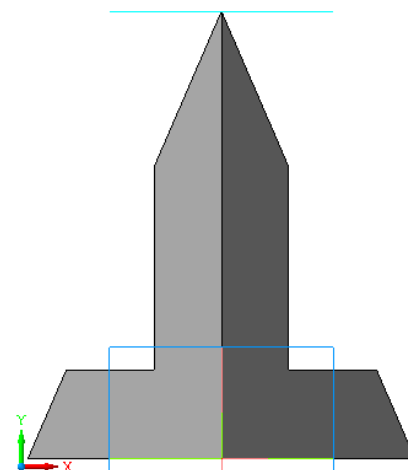

Рисунок 4.7 – Готова 3D модель
36. Готову деталь (рис. 4.7) зберігаємо в папку групи на робочому столі.